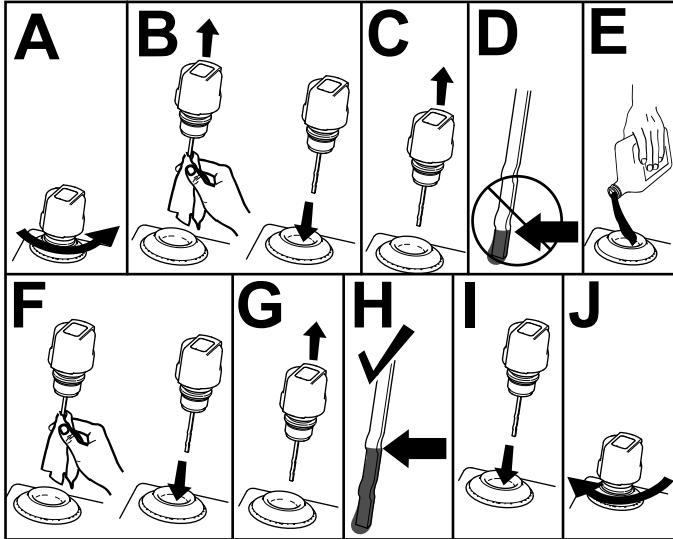

Figura 49
4. Compruebe el fluido hidráulico, como se muestra en la Figura 49.